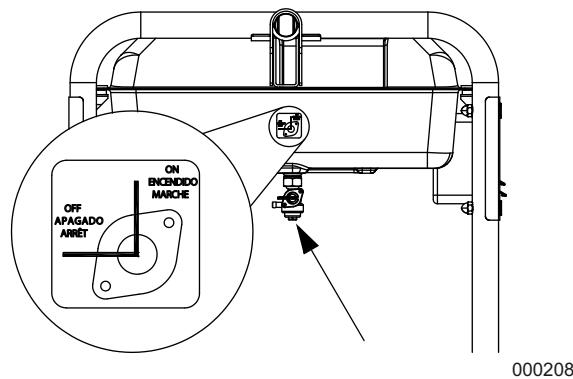

Figura 3-2. Válvula de combustible
1. Para arrancar el motor, gire la válvula de combustible a la posición ON (ABIERTA) (Figura 3-2).